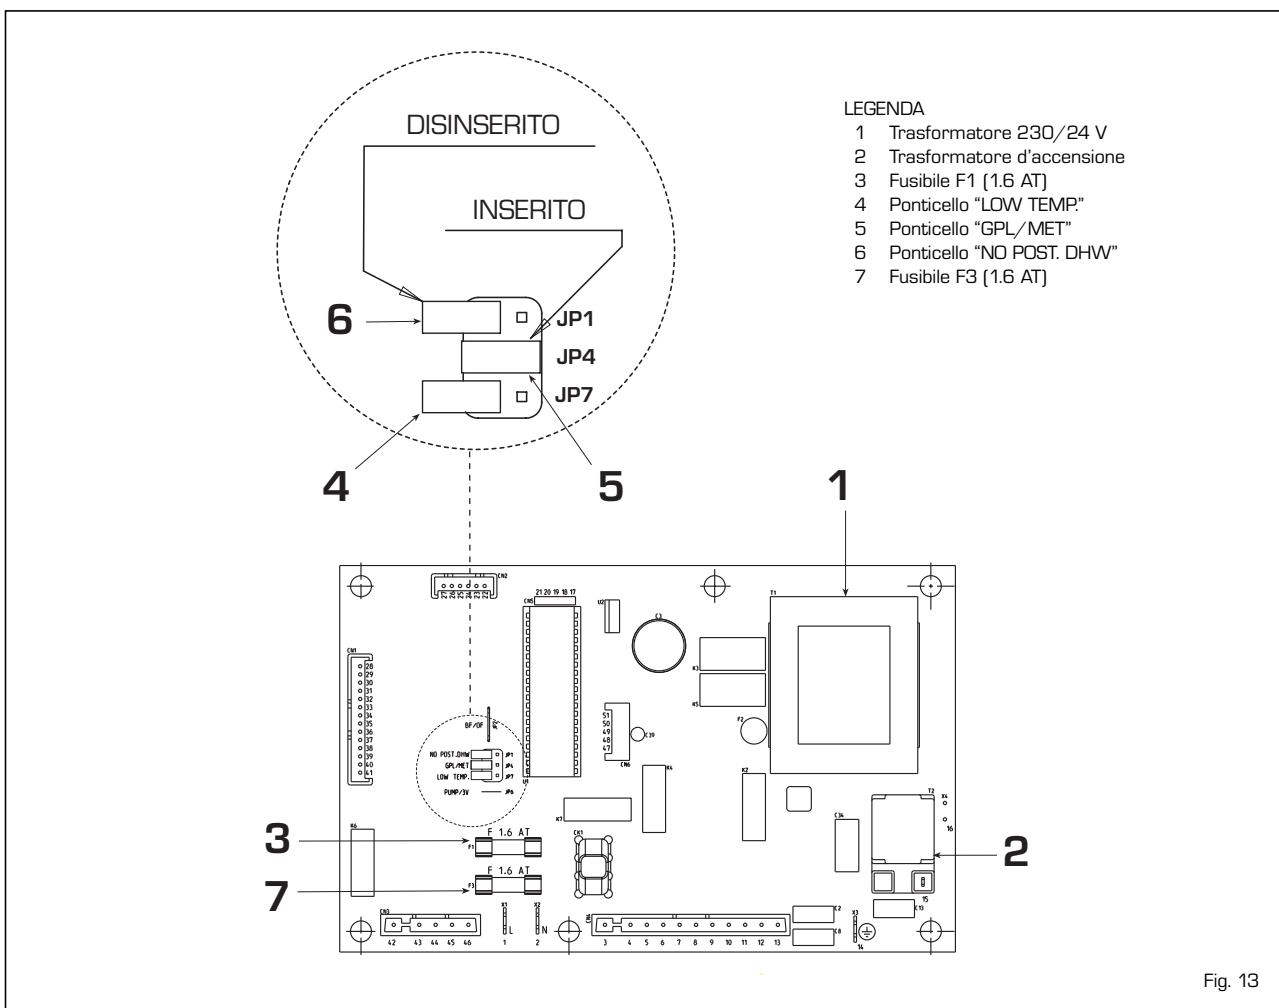

Fig. 13
##### - Ponticello JP1 "NO POST. DHW" (6 fig. 13)
- **Ponticello JP4 "GPL/MET"** (5 fig. 13)
- **Ponticello JP7 "LOW TEMP"** (4 fig. 13)
- Sfilare il collettore bruciatori (3).
- Sostituire gli ugelli principali (6) e la rondella in rame (4) con quelli forniti nel kit; per eseguire tale operazione usare una chiave fissa da 7.
- Spostare il ponte del connettore "MET-GPL" della scheda sulla posizione corrispondente al gas utilizzato (5 fig. 13).